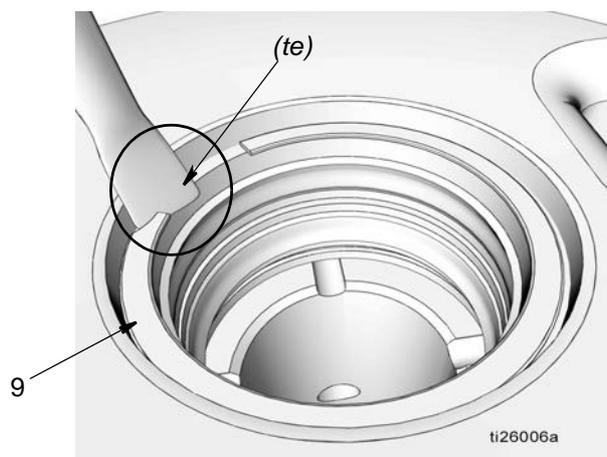
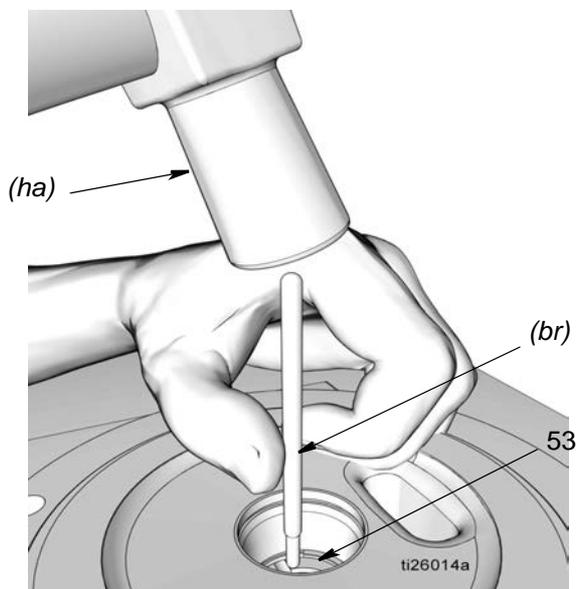

FIG. 26
FIG. 27
- a. Fare scorrere la lama di un piccolo, cacciavite piatto sotto il bordo conico (*te*) dell'anello di sicurezza (9) e rimuovere l'anello come mostrato in FIG. 26.
- b. Rimuovere il distanziale conico (10), la tenuta (11) e il distanziale (12).
- c. Inserire la lama di un piccolo cacciavite piatto sotto il bordo conico (*te*) dell'anello di sicurezza (51) e rimuovere l'anello come mostrato in FIG. 26, quindi rimuovere l'anello di sicurezza.
- d. Rimuovere il distanziale (12), la tenuta (11) e il distanziale (12).
- NON RIMUOVERE L'ULTIMO ANELLO DI SICUREZZA (51).**
19. Utilizzare un'asta in ottone morbido (*br*) e un martello per colpire delicatamente la manica dell'elemento della pompa (53) e rimuoverlo dalla base della stessa (1) (FIG. 27).